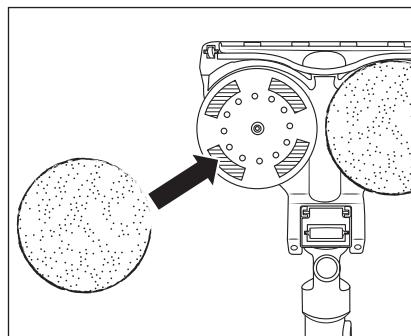

Fig. 17
- ◆ Para montar una almohadilla para fregar ③4 en el accesorio para fregar ③1, colóquela centrada sobre uno de los dos platos giratorios de la parte inferior del accesorio para fregar ③1 (consulte la fig. 17). A continuación, presiónela firmemente sobre las tiras de velcro del plato giratorio.